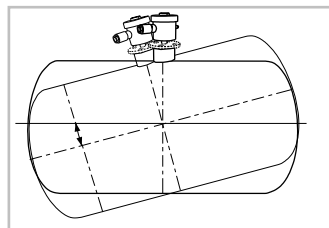

Рис. 17
4) Рекомендуется установка преобразователя в центре горизонтального резервуара, тем самым уменьшается погрешность измерения уровня в случае его наклона (рис. 17).